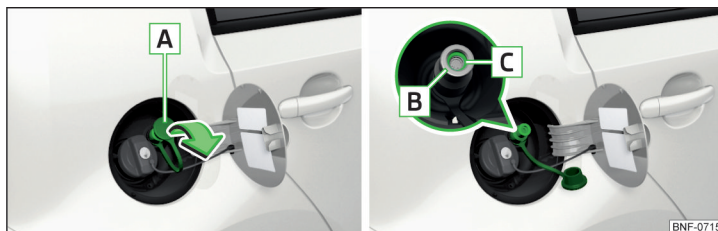

Fig. 136 Ștuțul de umplere cu GNC
- › Scoateți capacul **A** » fig. 136 în sensul săgeții și aplicați cuplajul de umplere al stației de alimentare pe ștuțul de alimentare **B**.
- › Verificați dacă inelul de etanșare **C** » fig. 136 nu a rămas cumva blocat în ștuțul de alimentare **B**. Dacă inelul de etanșare a alunecat pe cuplajul de umplere, acesta trebuie introdus la loc în ștuțul de umplere.